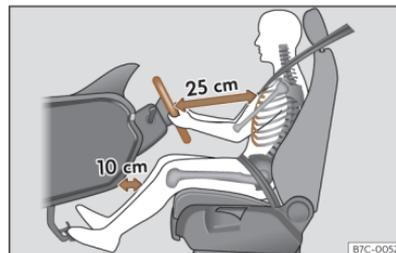

Abb. 17 Der richtige Abstand des Fahrers zum Lenkrad muss mindestens 25 cm (10 inch) betragen.
- Lenkrad so einstellen, dass der Abstand zwischen Lenkrad und Brustbein mindestens 25 cm (10 Zoll) beträgt >>> **(Abb. 17)** und das Lenkrad mit beiden Händen und leicht gebeugten Armen seitlich am äußeren Rand festgehalten werden kann.